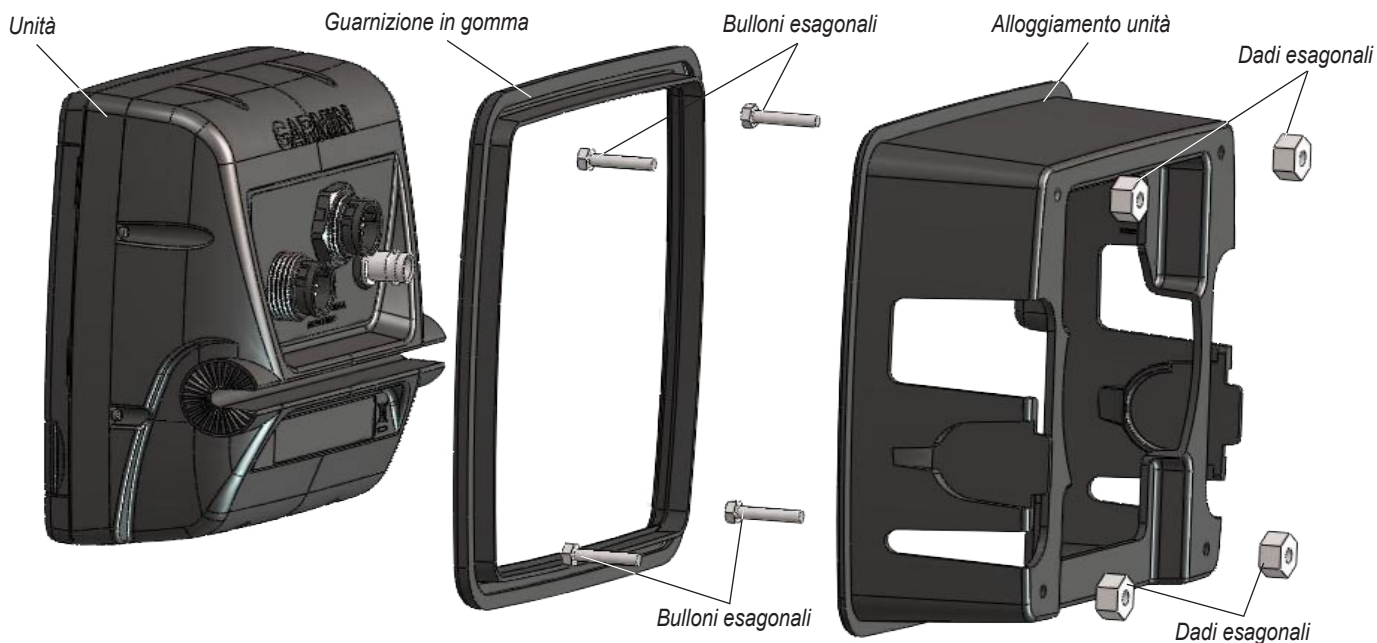

Figura 1
2. Assemblare i componenti per il montaggio a incasso (vedere la figura 1):